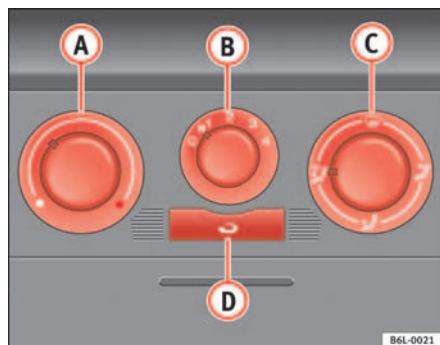

Fig. 86 Sur le tableau de bord : éléments de commande du chauffage
- Tournez le régulateur de température ⇒ fig. 86 **A** vers la gauche.
- Tournez le régulateur de température ⇒ fig. 86 **A** vers la droite pour sélectionner la puissance calorifique souhaitée.
- Tournez le régulateur de température ⇒ fig. 86 **A** vers la droite jusqu'au niveau maximal de puissance calorifique.
- Tournez le régulateur de température $\Rightarrow$ page 123, fig. 86 **(A)** vers la zone de chauffage.